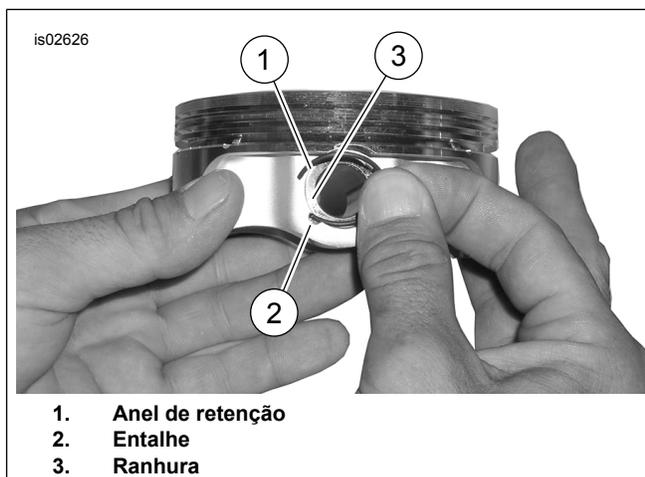

Figura 2. Anel de Retenção e Pistão (ilustração correspondente a um pistão genérico)
1. Ver Figura 2 . Introduza a extremidade aberta do anel de retenção (1) no entalhe (3) da ranhura (2) que se encontra em torno do pino do pistão, de forma a que, depois da instalação do anel, a abertura do mesmo fique na posição das 12h00 ou das 6h00 dos ponteiros do relógio.